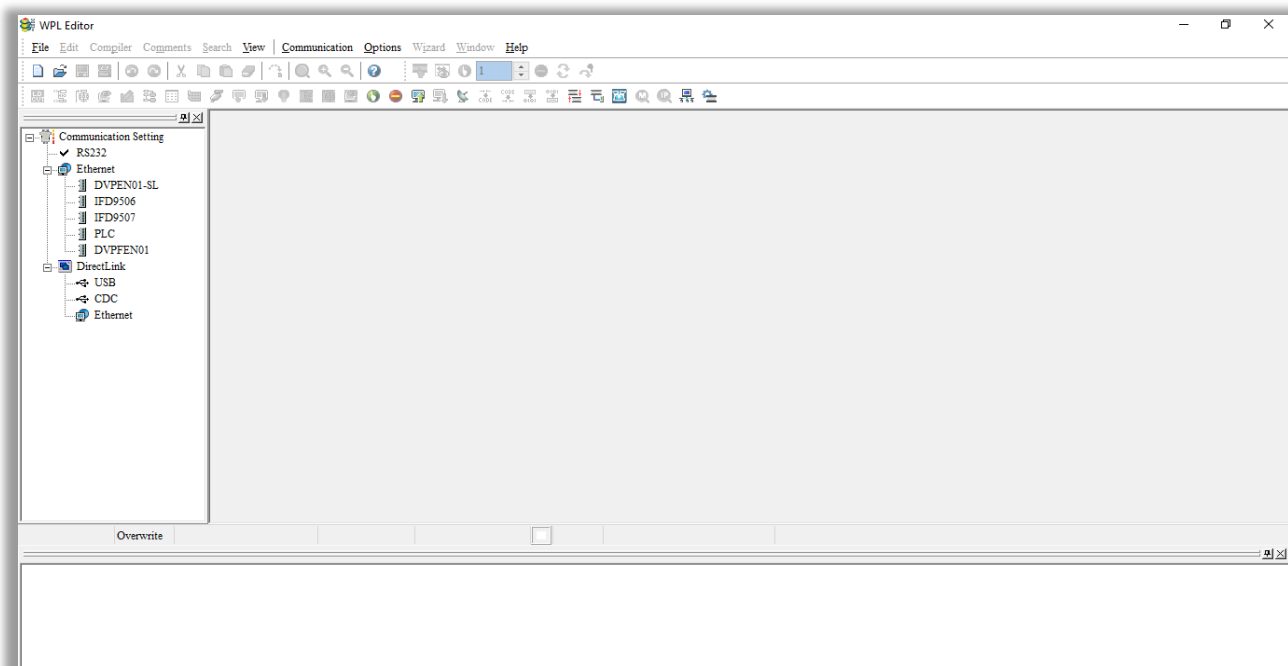

Рис. 16-2
Шаг 2: Появляется окно редактирования (см. рисунок 16-2 ниже). При первом запуске, пока "New file" не создан, активными являются только вкладки "File (F)," "Communications (C)," View (V)," "Options (O)," и "Help (H)".